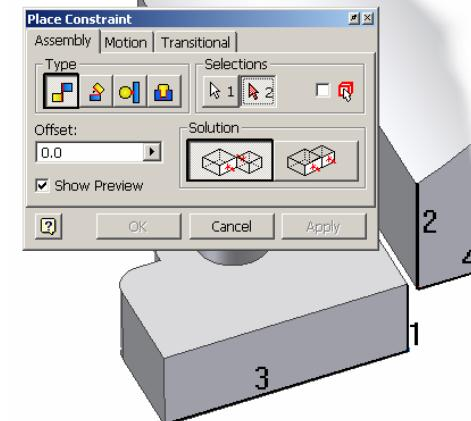

Figura 3.4.2.
- aliniere **Type - Mate**, **Solution - Mate**, **Offset = 0** muchia verticală dreapta **Piesa 1** cu muchia verticală stânga **Piesa 3** – lansare comandă **Constraint**, click punctul 1, click punctul 2, butonul **Apply**, figura 3.4.2.
- aliniere **Type - Mate**, **Solution - Mate**, **Offset = 0** muchia orizontală stânga **Piesa 1** cu muchia orizontală dreapta **Piesa 3** – lansare comandă **Constraint**, click punctul 3, click punctul 4, butonul **Apply**, figura 3.4.2.